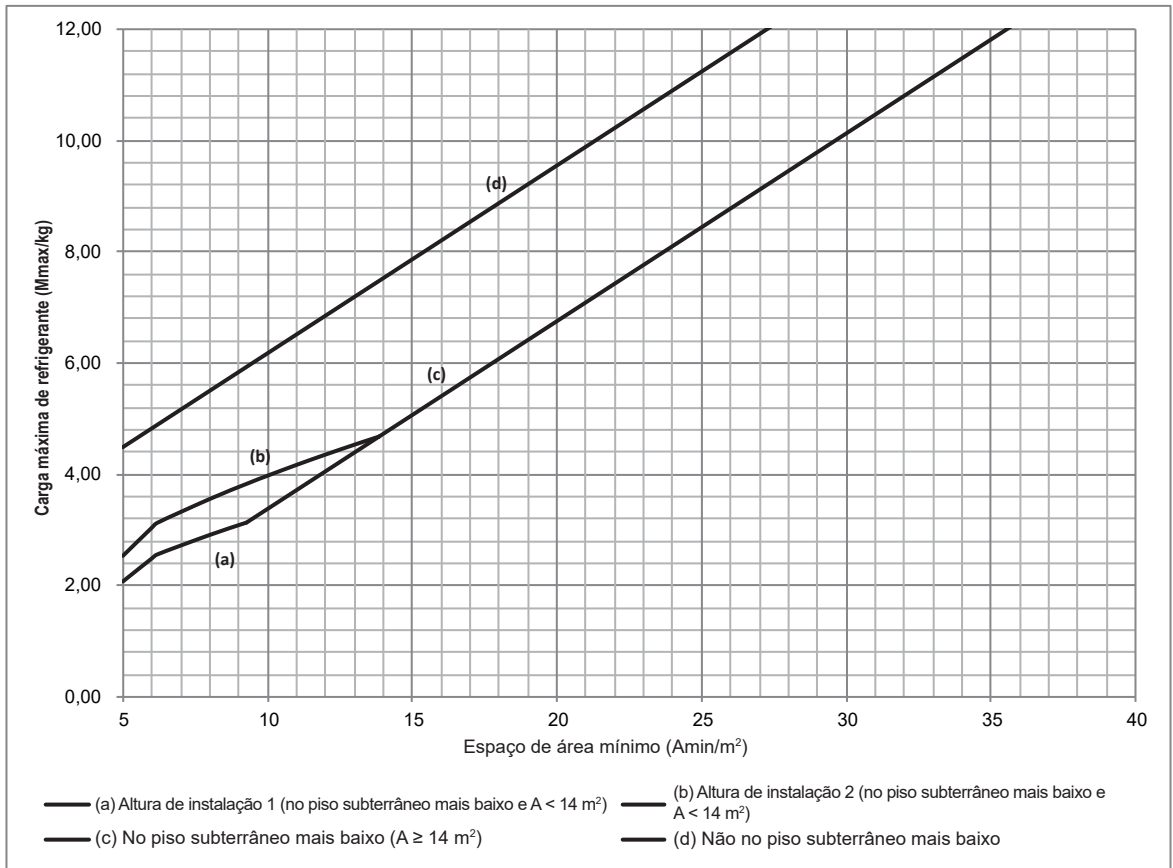

Figura 1-5
Se o sistema estiver equipado com um dispositivo de corte do refrigerante de fábrica no tubo principal da unidade de exterior e um dispositivo de alarme ligado à unidade de interior, podem ser seguidas outras regras relativas à carga de refrigerante e à área da divisão. A Figura 1-5 e o Quadro 1-5 são adequados para a 18 kW.
- Se o sistema se aplicar ao caso (d) na Figura 1-5 e no Quadro 1-5, a área mínima da divisão para uma unidade de exterior de 18 kW não deve ser inferior a 10 m2.